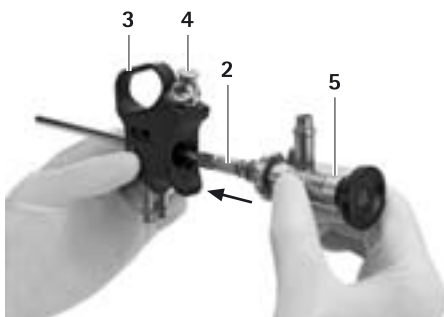

Fig. 4
- Introducir el vástago de irrigación/aspiración MINOP TREND 2 con el endoscopio MINOP TREND 5 montado en la empuñadura por la parte de atrás hasta que el vástago de irrigación/aspiración MINOP TREND 2 encaje, ver Fig. 4.